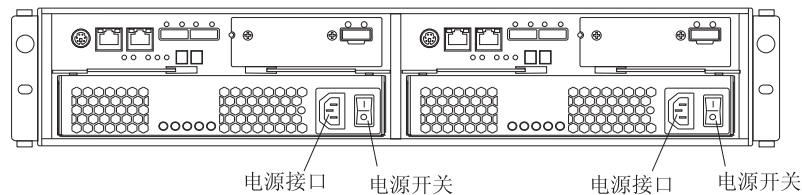
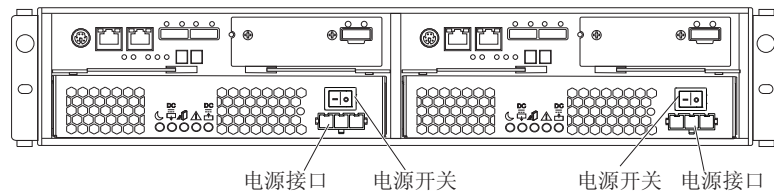

图 75. DS3500 交流型号电源开关和接口
图 76. DS3500 直流型号电源开关和接口
6. 打开存储子系统后部的两个电源开关。图 75 显示了交流电源开关的位置。图 76 显示了直流电源开关的位置。